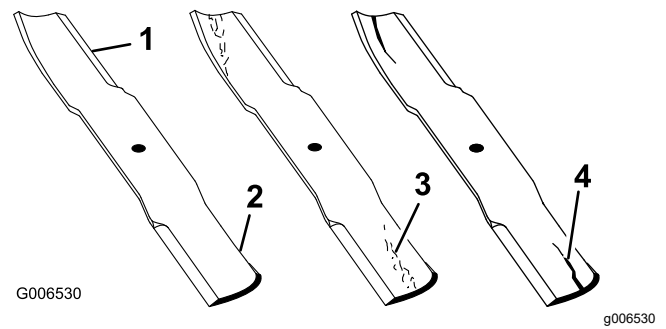

Figura 96
1. Inspeccione los filos de corte (Figura 96).
4. Si observa fisuras, desgaste o la formación de una ranura en esta zona, instale de inmediato una cuchilla nueva (Figura 96).